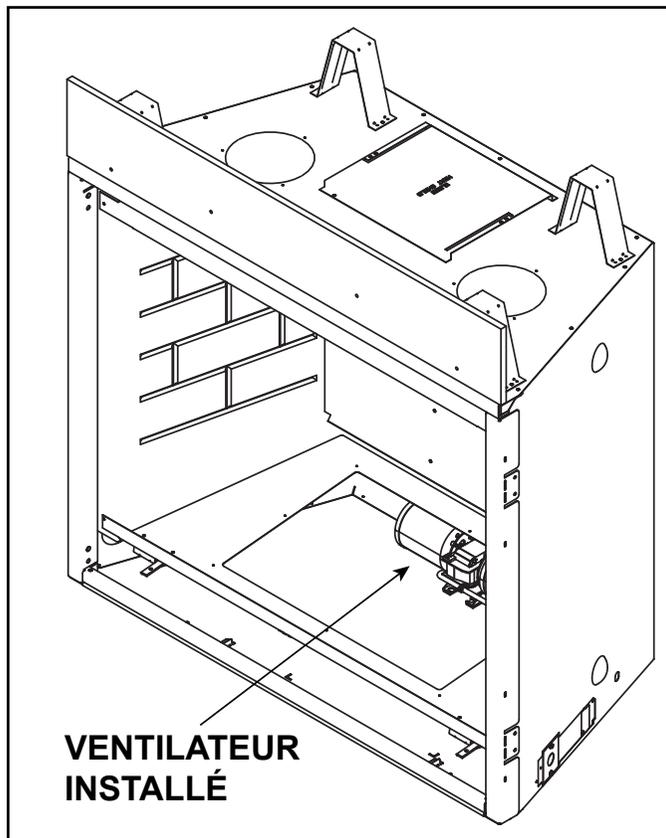

Figure 8.5 Ventilateur installé dans la cavité de la plaque de vanne
- L'entretien peut être effectué à travers la cavité de la plaque de vanne. Voir la figure 8.5.